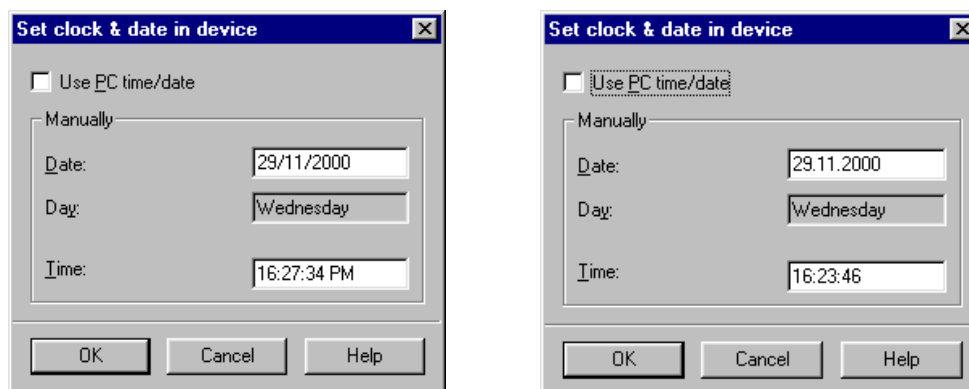

Рисунок 3-12 DIGSI® 4 – Диалоговое поле **Set clock & date in device** (установка времени и даты в устройстве)
- Измените поле ввода **Date** (дата) и **Time** (время), обратите при этом внимание на правильную запись. Формат зависит от региональных настроек ПК. Смотрите Рисунок 3-12. Формат может быть следующим: